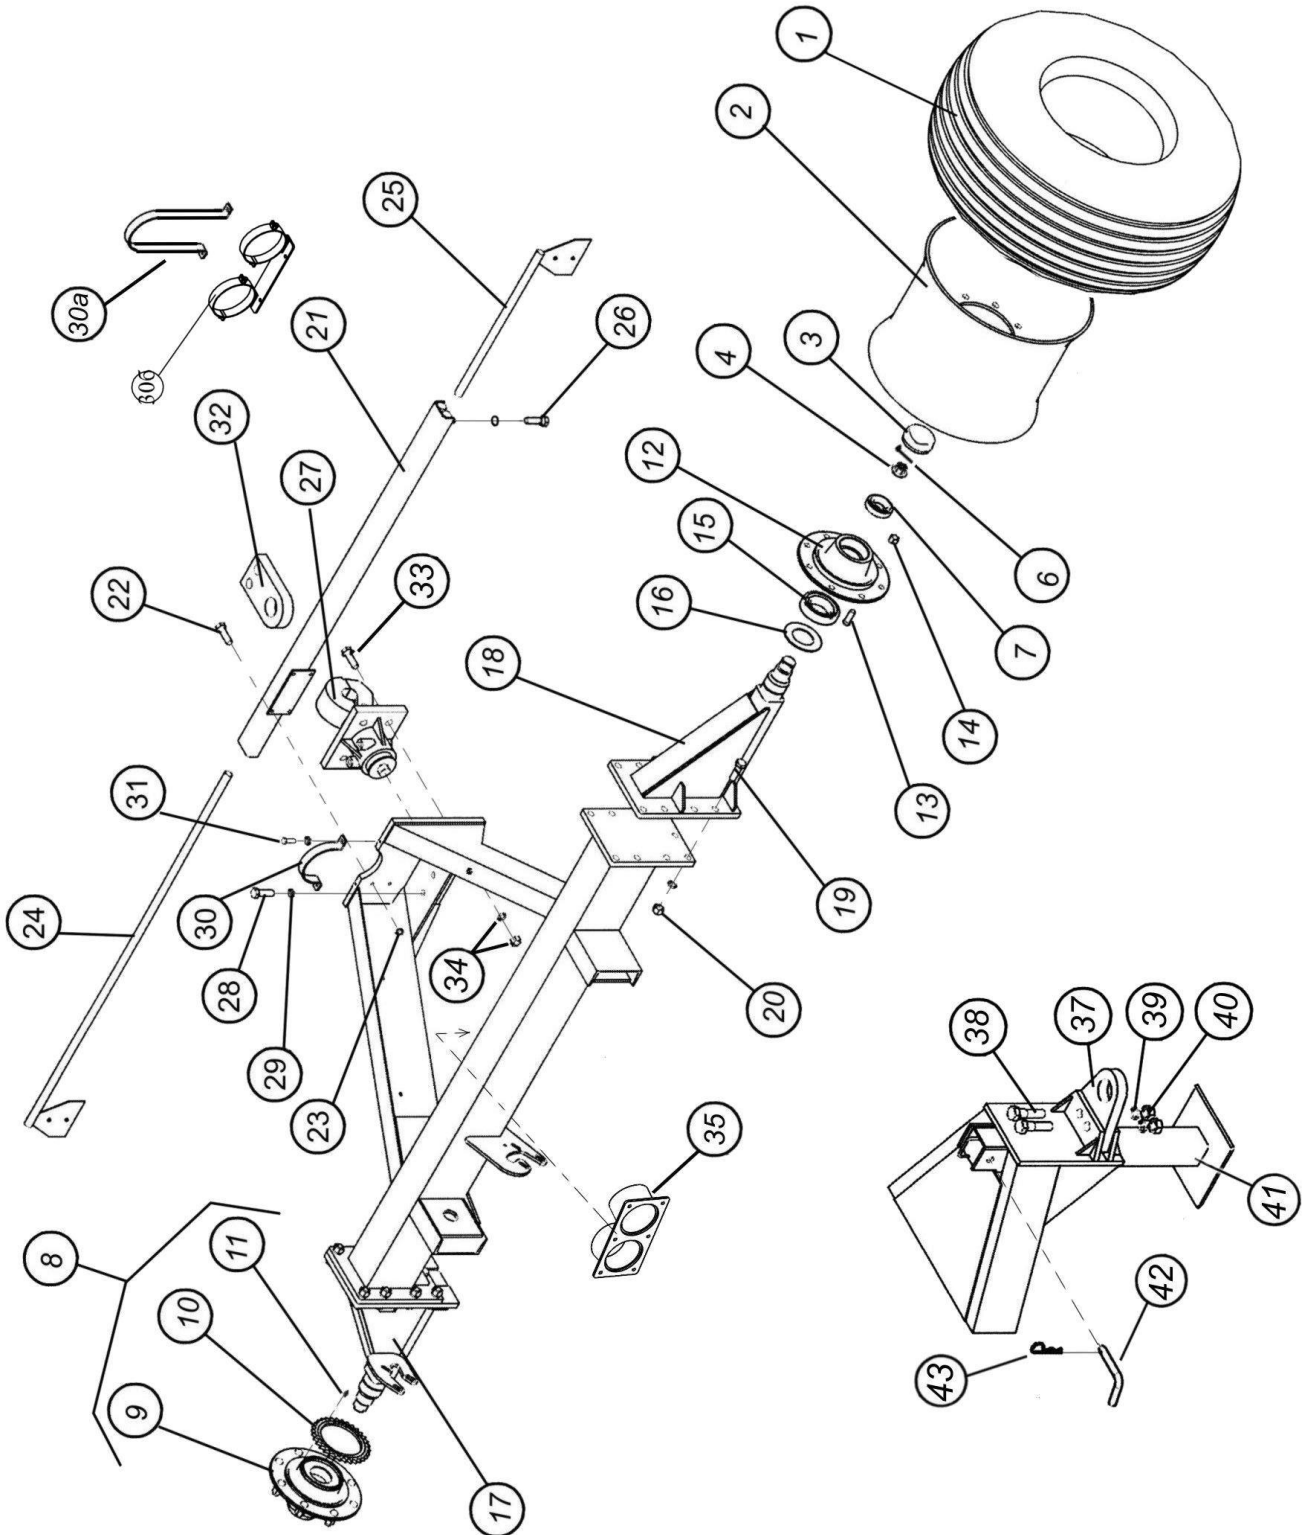

Рис. 7.2.18.1. Ось одноосного бункера V=6.5м³
7.2.18.2. Ось одноосного бункера V=10м³ (рис. 7.2.18.2)